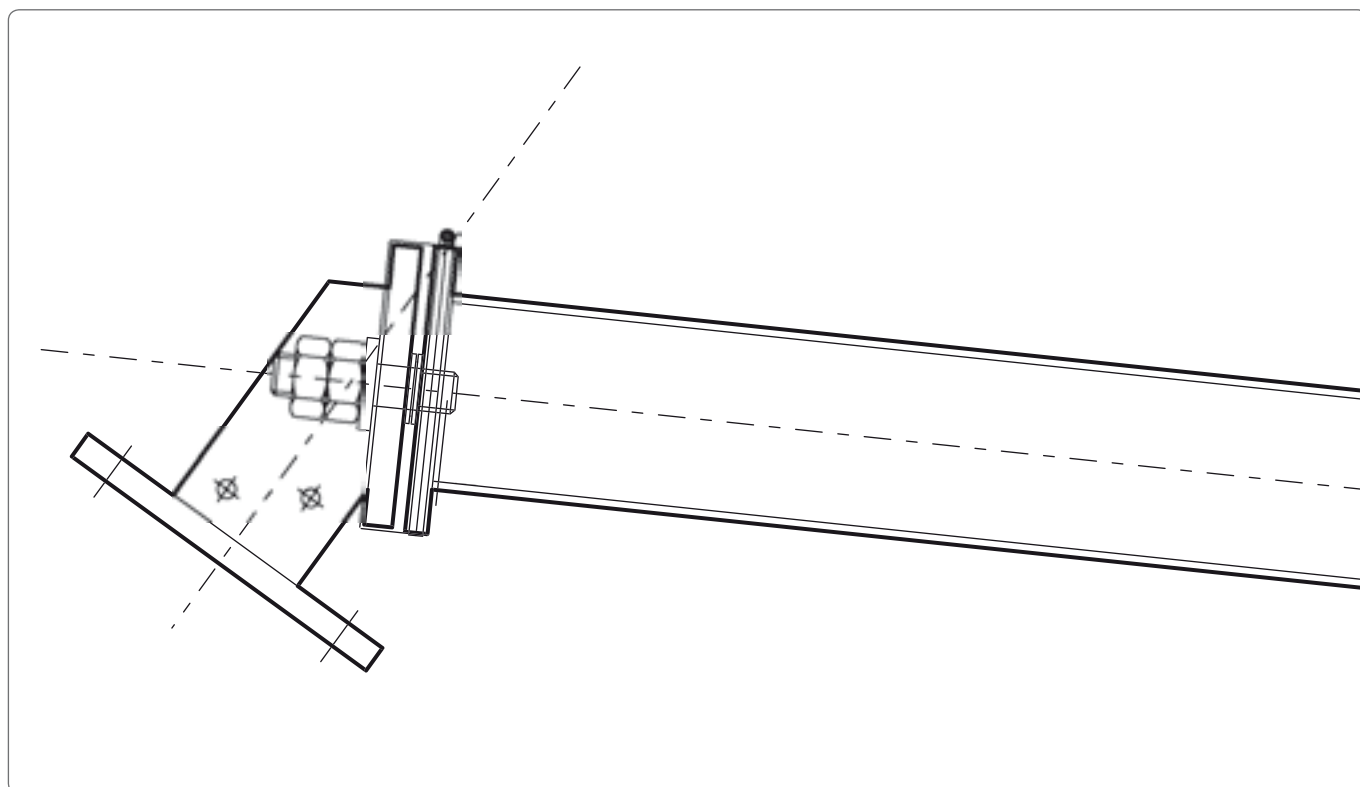

Abb. 1.4: Montage des unteren Lagers (Dübelkonsole)
5. Zur Sicherung wird eine zweite Mutter M30 aufgeschraubt. (siehe Abb. 1.4)